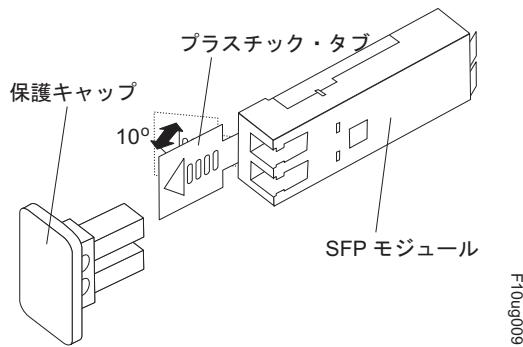

図 75. SFP モジュール・ラッチのアンロック - プラスチック・タブの場合
- プラスチック・タブが入っている SFP モジュールの場合は、139 ページの図 75 に示すように、プラスチック・タブを外側に 10° 引いて SFP モジュールのラッチをアンロックします。